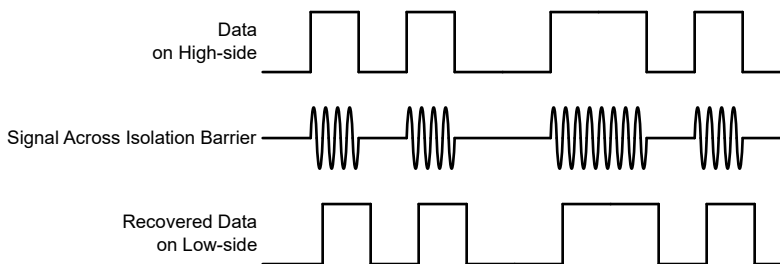

图 6-4. 基于 OOK 的调制方案
AMC23C11 使用开关键控 (OOK) 调制方案 (如图 6-4 所示), 跨过基于 SiO_2 的隔离栅来传输比较器输出状态。功能方框图 所示发送驱动器 (TX) 跨过隔离栅发送一个内部生成的高频载波来表示数字一, 不发送信号则指示数字零。